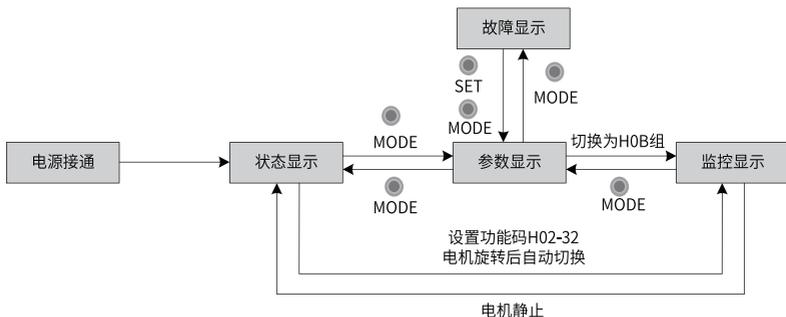

图1-2 面板各类型显示切换方法示意图
- 按“MODE”键可在不同显示模式之间切换，切换条件如第10页“图1-2”面板各类型显示切换方法示意图所示。